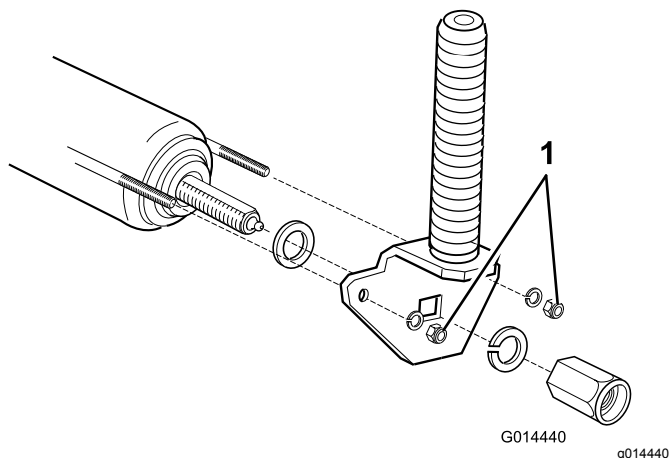

Figura 69
2. Serrate i dadi con 4 giri completi per sottoporre a una corretta tensione i fili (Figura 69).